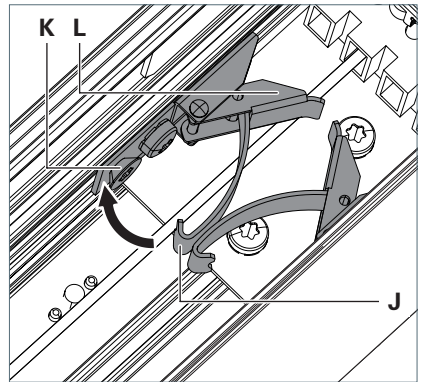

Fig. 24: Leuchten fixieren.
- Hängen Sie den Bügel **J** in die Schraube **K** ein, siehe Fig. 24.